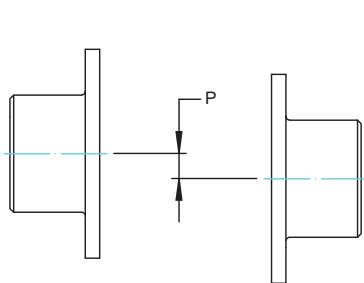

Abbildung 6 - Parallelversatz.
8.4. Der Parallelversatzwert (P) ist die Verschiebung zwischen den Mittelpunkten der beiden Naben (siehe Abbildung 6).